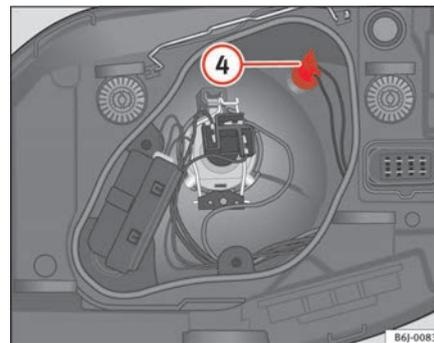

Fig. 143 Luz de población
- Extraiga el portalámparas (4) ⇒ página 227, fig. 143 hacia fuera.